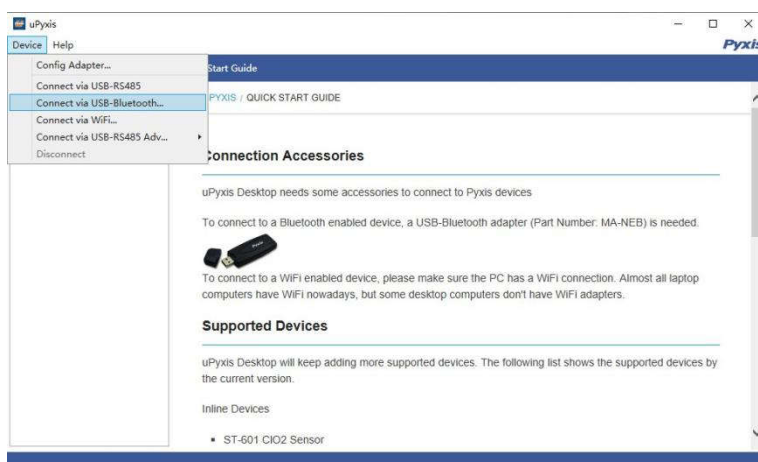

图14.
2. 打开uPyxis®桌面客户端， 点击**Connect via USB-Bluetooth** (图 14)。